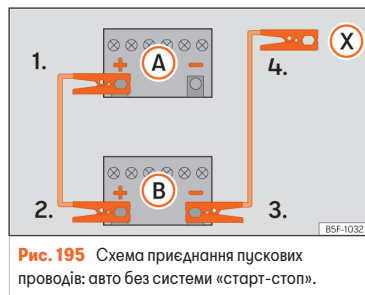

Рис. 195 Схема приєднання пускових проводів: авто без системи «старт-стоп».
4. Автомобілі без системи Старт-Стоп: приєднайте один кінець чорного пускового проводу до мінусової клемми (-) зарядженого акумулятора **(Б)** >>> **рис. 195**.